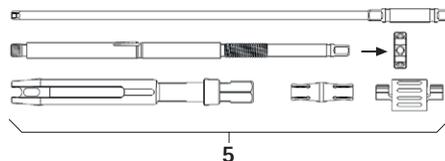

Рис. 3
- Демонтаж чрескожной рукоятки для репозиции 5, см. Рис. 3. Полностью разобрать рукоятку для репозиции и открутить зажимную гайку.